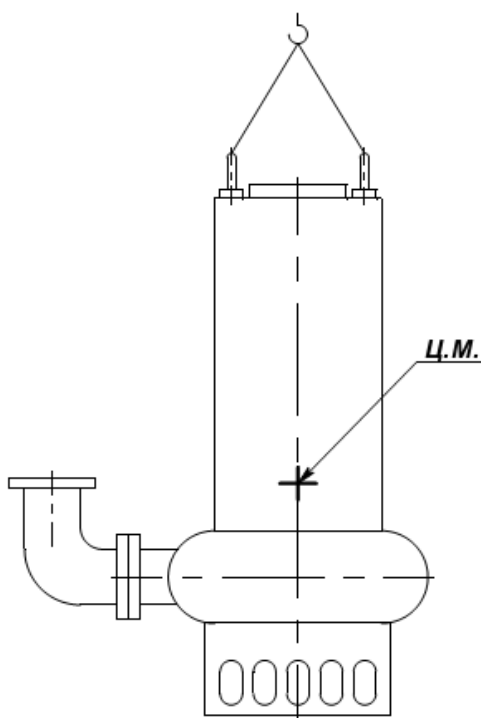

Рис. 2 Схема строповки насоса без тары
**Транспортирование насоса вне тары производить только согласно схеме строповки (Рис. 2). Нарушение данного требования может привести к травмам и повреждению оборудования и имущества.**